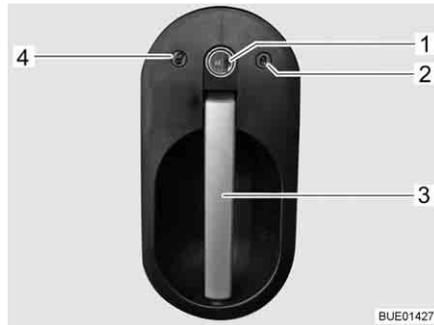

Bild 55 Türschloss Fahrertür, außen
- Schlüssel in Schließzylinder (Bild 55,1) stecken und in Richtung "Öffnen" (Bild 55,4) drehen, bis das Türschloss entriegelt ist.
- Am Türgriff (Bild 55,3) ziehen. Die Tür ist geöffnet.
- Schlüssel in Schließzylinder (Bild 55,1) stecken und in Richtung "Verriegeln" (Bild 55, 2) drehen, bis das Türschloss verriegelt ist.